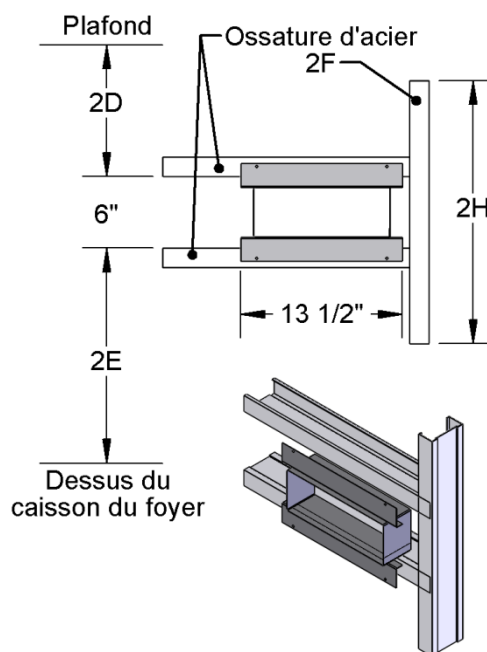

FIGURE 11 ENCADREMENT ET DÉGAGEMENT DES SORTIES DU SRC
3. En utilisant de l'ossature en acier, installez une pièce horizontale à l'emplacement et la hauteur où vous souhaitez installer les grilles de sorties. Référez-vous à la Figure 11 pour les exigences au niveau de l'encadrement.
4. Fixez les adaptateurs de grille de sortie (H) qui sont déjà installés dans chacun des conduits à la pièce horizontale en acier.
5. Installez une deuxième pièce horizontale en ossature d'acier de façon à encadrer au-dessus et en dessous l'adaptateur de grille de sortie tel que montré à la Figure 11.
7. Vissez les grilles de sorties (G) au mur avec les vis noires fournies (E).